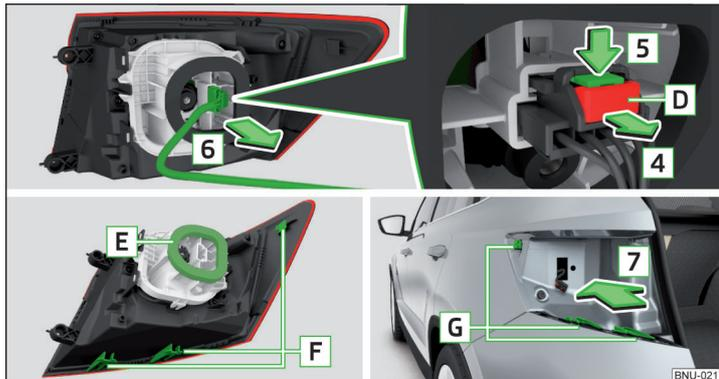

Abb. 353 Stecker abziehen / Leuchte einbauen
- › Die Verriegelung **D** am Stecker in Pfeilrichtung **4** ziehen » Abb. 353.
- › Den Stecker entgegen der Pfeilrichtung **6** » Abb. 353 in die Leuchte einschieben.
- Darauf achten, dass bei erneutem Einbau der Leuchte der Leitungsstrang zwischen der Karosserie und der Leuchte nicht eingeklemmt und die Dichtung **E** » Abb. 353 richtig eingesetzt wird - anderenfalls besteht die Gefahr von Wassereintritt und von Beschädigung der Elektroinstallation.